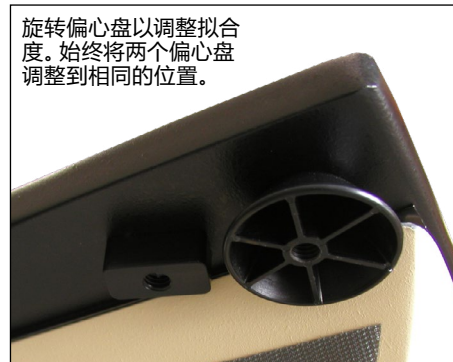

图 13
- 滑向 CT 床板脚端, 与脚端碰锁配件接合。请勿锁定碰锁配件。从下方查看偏心盘, 旋转偏心盘直至 CT。覆盖罩将 CT 床板牢固固定在中心, 并且还可在 CT 床板上滑入/滑出 (图 13)。